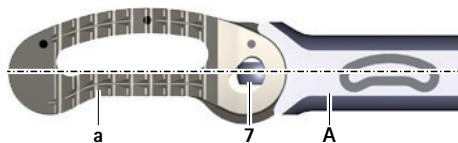

Fig. 8 Implante na posição 0°
- ▶ Segurar o implante de ensaio **D** na posição 0° no instrumento introdutor **A**, ver Fig. 8.
- Segurar o implante na posição 0° , ver Fig. 8.